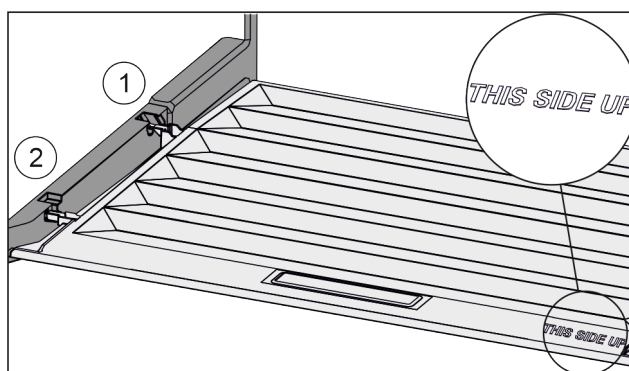

Fig. 105
- Introduire les rainures du couvercle par l'orifice du support arrière Fig. 105 (1) et les enclencher à l'avant dans le support Fig. 105 (2).